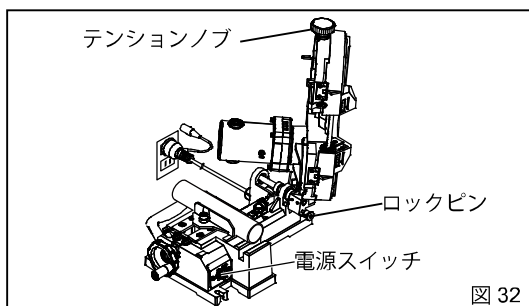
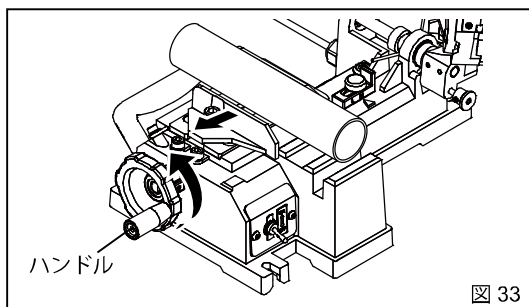

図 32
図 33
4. 切断材料取外し (図 32 ~ 図 33)
- ① フレーム先端のテンションノブを持ち、フレームを垂直状態まで持ち上げてフレーム下部のロックピンを押し込み、ベースの穴に挿してフレームを固定します。
- ② ハンドルを反時計方向に回して切断材料の固定を解除します。
- ③ 切断材料を取り外します。